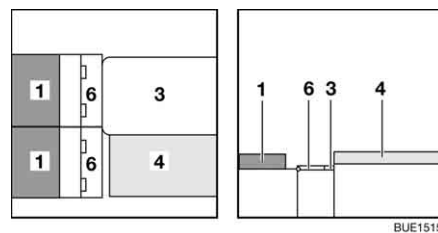

Fig. 139 Pendant la transformation
- Ouvrir les deux couvercles de coffre de banquette (Fig. 139,6) et les poser sur la table et les supports de la banquette.
- Placer les coussins de dossier (Fig. 139,1) sur le coffre de banquette.